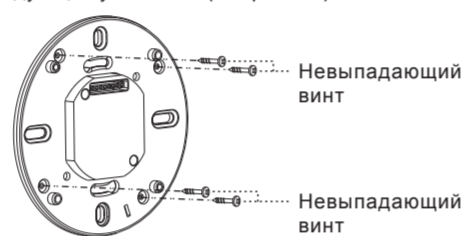

Рис. 16
4.4.3.4 Вставьте 4 невыпадающих винта в соответствующие отверстия под винты на крепящей пластине датчика, при этом эти 4 винта не будут выпадать, что очень удобно для последующих установок (см. рис. 16).